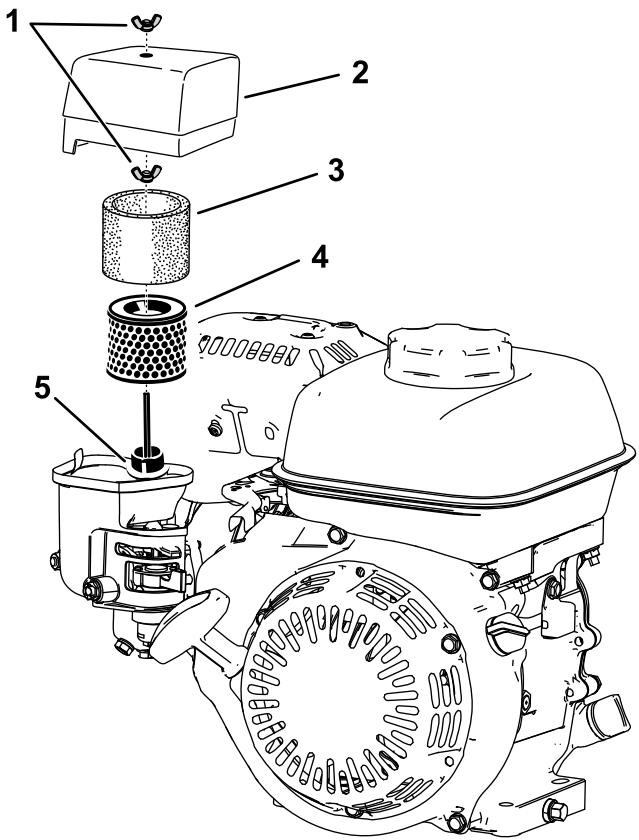

Figura 29
- Retire la tuerca de orejeta que fija la cubierta del limpiador de aire (Figura 29).